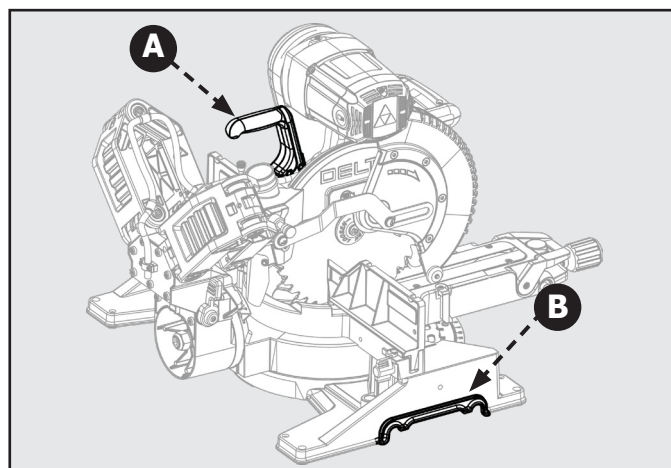

Figura 5
1. Coloque una de las extensiones de soporte (F) en la parte inferior de la base en las muescas de la manija empotrada (B) que se muestra en la Figura 5.
2. Coloque una de las extensiones de soporte (F) en la parte inferior de la base en las muescas de la manija empotrada (B) que se muestra en la Figura 5. Los remaches (G) se utilizan para evitar que la extensión de soporte se salga de la base durante su uso. Estos remaches deben ser colocados en el interior de la base.
3. Coloque la abrazadera de extensión (E) sobre la extensión de soporte y el tornillo que está previamente fijado a la base.
4. Una vez colocada la abrazadera de extensión (E), atornille la tuerca hexagonal M8 proporcionada (D) sobre el tornillo.
5. Ajuste la tuerca (D) con una llave hexagonal M8 para fijar bien la extensión de soporte.